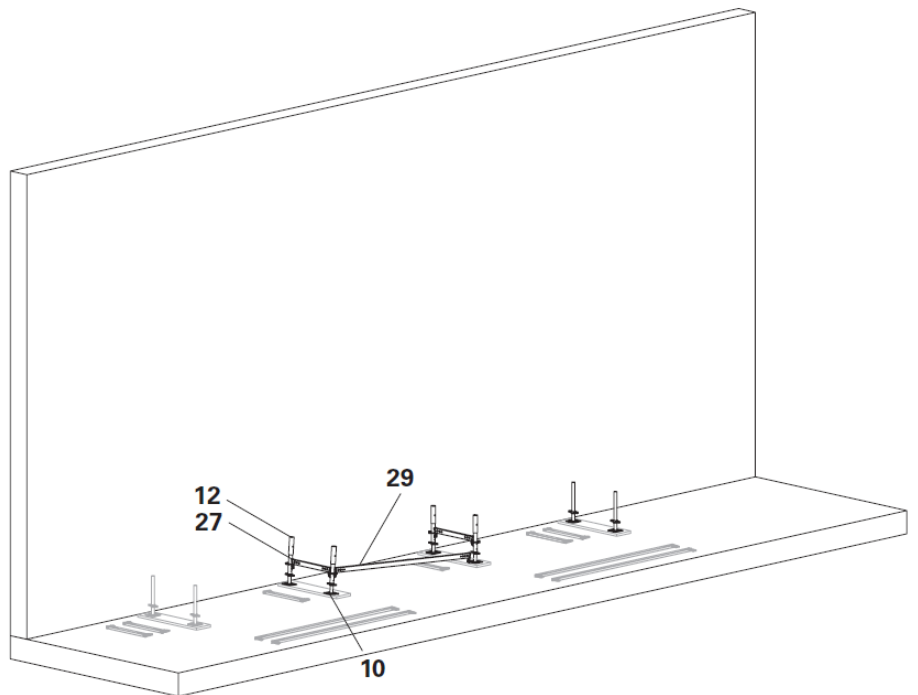

Fig. B2.02
1. Monter 2 x normes de base UVB 25 (12) sur les vérins de la base.
2. Monter 1x entretoise horizontale UH-2 75 (27) sur une unité de base, ne pas taper sur les coins
3. Fixer avec l'entretoise horizontale UH-2 (29) pour l'empêcher de tomber. (Fig. B2.02)
4. Installez la deuxième unité de base et fixez-la avec l'entretoise horizontale UH-2 (29).